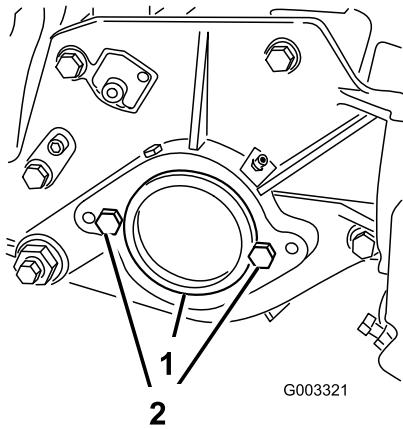

**Figure 6**
1. Sur les plateaux de coupe N° 2 et 4, enlevez les 2 vis qui fixent le contrepoids à l'extrémité gauche du plateau de coupe. Déposez le contrepoids (Figure 6).